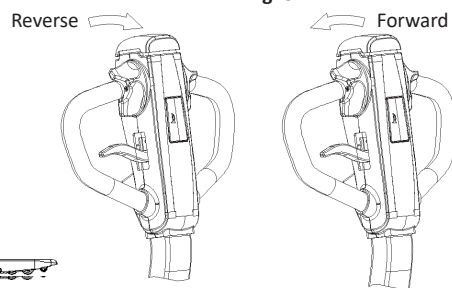

Fig. 10
2. Rotiți accelerația pentru a porni încet unitatea. (Fig. 10)